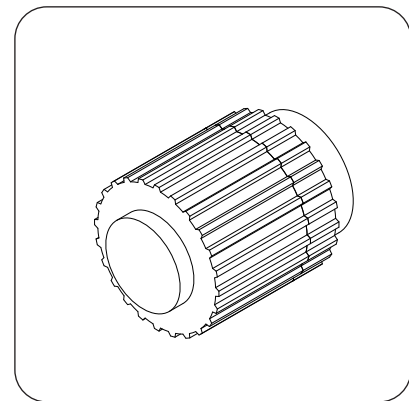
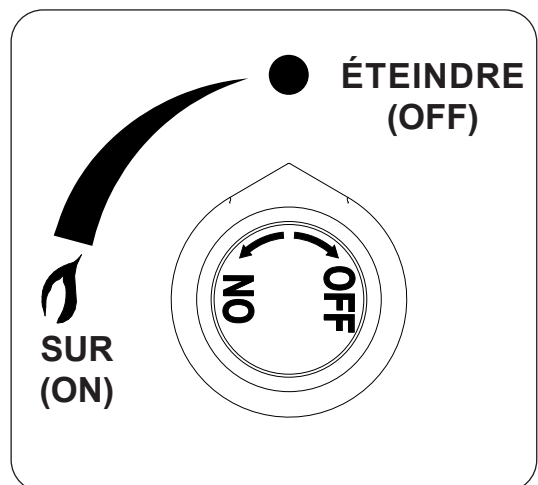

Fig. 28-1 Détail du bouton d'allumage
Fig. 28-2 Détail du bouton de commande
- 2. Localisez le panneau de commande sur le côté de l'appareil (consultez la LISTE DES PIÈCES D'IDENTIFICATION si nécessaire), et identifiez le bouton d'allumage (Fig. 28-1) et le bouton de commande du gaz (Fig. 28-2). Assurez-vous que le bouton de commande du gaz est en position **OFF** (**éteindre**) avant de commencer la séquence d'allumage.
Pour éteindre votre brûleur à gaz, tournez le bouton de commande du gaz dans le sens des aiguilles d'une montre jusqu'à la position **OFF (éteindre)** (voir Fig. 28-2). Assurez-vous que le bouton de commande est complètement éteint pour éviter toute fuite de gaz.